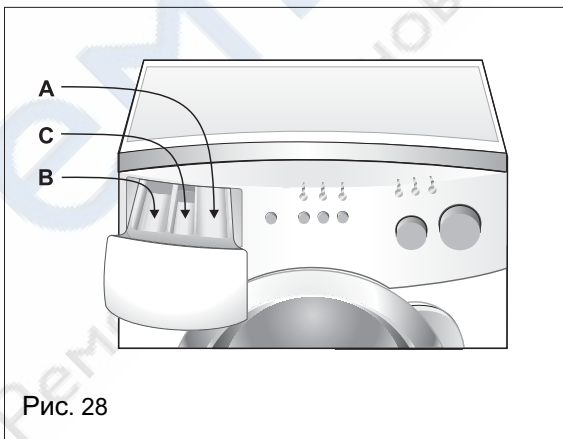

Рис. 28
- ❑ моющими средствами следует наполнять соответствующие камеры емкости для детергентов (рис.28).